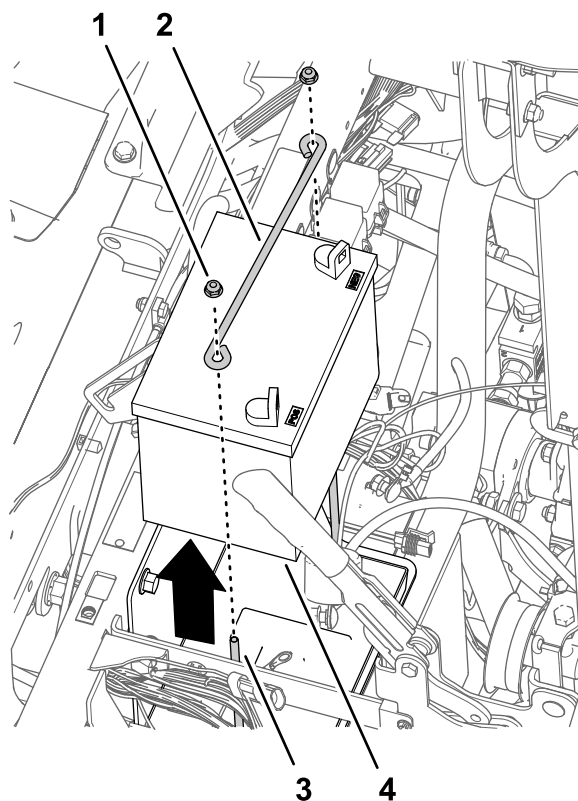

Figura 168
4. Instale a cobertura que removeu no passo 2 de **Remoção do volante (página 76)** no volante (**Figura 168**).
1. Retire as duas porcas de bloqueio flangeadas e a barra de fixação dos dois parafusos em J que prendem a bateria ao suporte da bateria da máquina (Figura 168).
2. Retire a bateria da máquina (Figura 168).